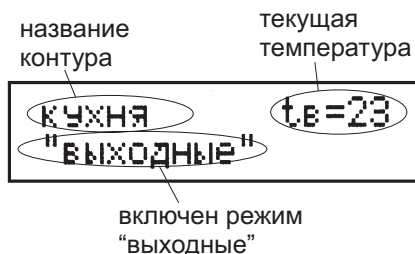

Рис.4.5. Экран с установленным режимом «выходные»
Для включения режима необходимо перейти в основное окно настроек изменяемого контура, и, не изменяя никаких параметров, нажать и удерживать кнопку «меньше» (11) не менее 5 секунд, после чего появится вопрос: установить режим «выходные?» с моргающим ответом «нет». Необходимо кнопкой «больше» (12) изменить ответ с «нет» на «да», и подтвердить свой выбор кнопкой «выбор» (13). После этого контур перейдёт в режим «выходные», что будет отображено в окне настроек контура (Рис.4.5), а также и на основном экране. У соответствующего контура будут попеременно отображаться температура